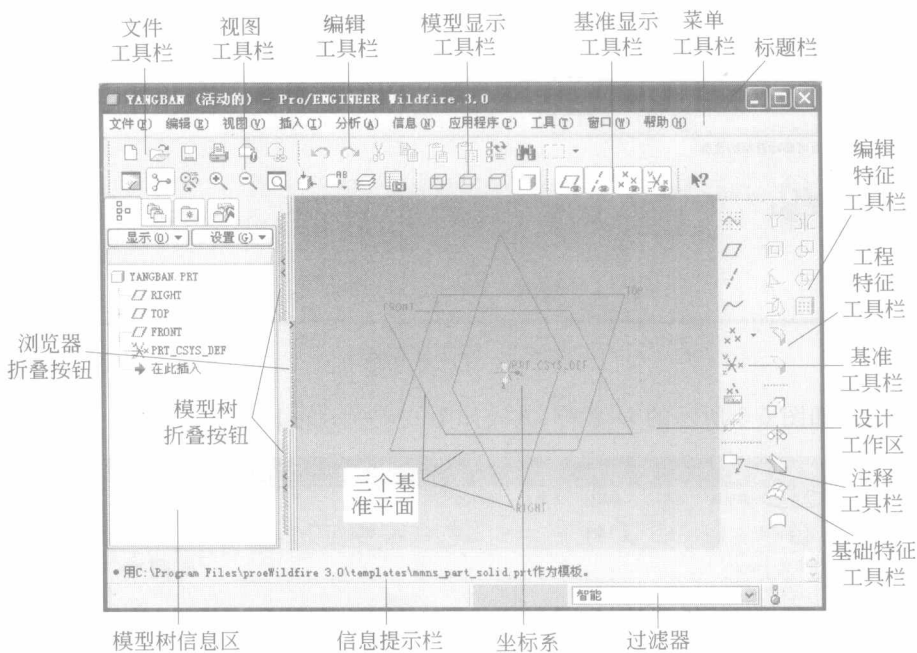

图 0-4 实体设计模块用户界面
(4) 系统启动实体设计模块, 其软件用户界面如图 0-4 所示。在用户界面顶部的标题栏显示当前实体文件名为“YANGBAN”。